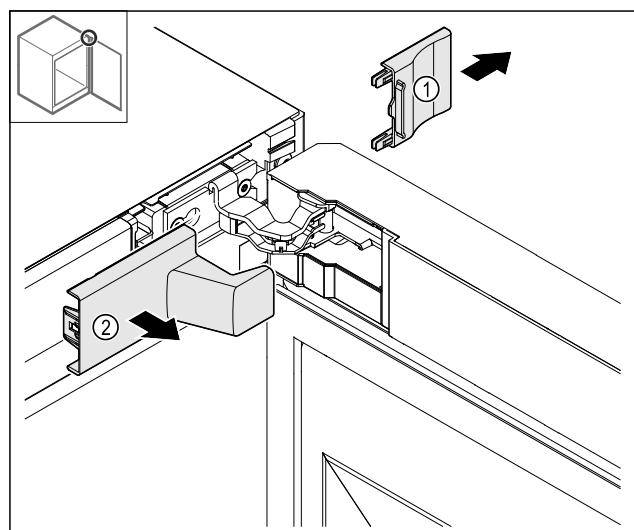

Fig. 14
► Fjern dekselet Fig. 14 (1) og deretter Fig. 14 (2).